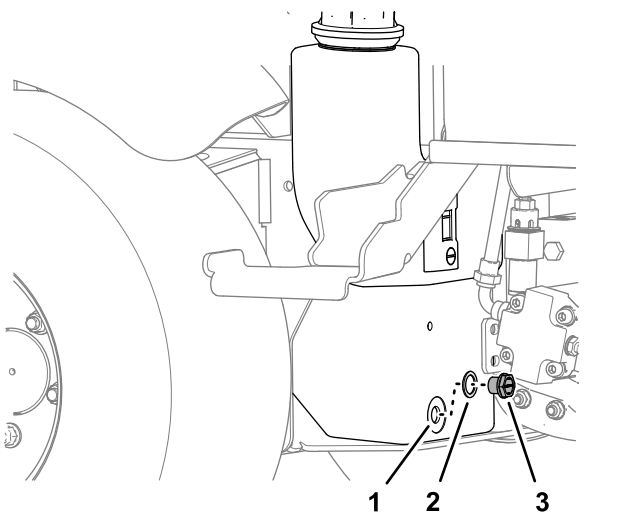

Bild 88
3. Legen Sie eine Ablaufwanne unter den Hydraulikölbehälter, entfernen Sie die Ablassen des Hydraulikölbehälters und lassen Sie das Hydrauliköl vollständig ablaufen (Bild 88).